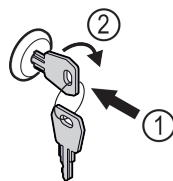

Fig. 52
- ▶ Zatlačte kľúč Fig. 52 (1).
- ▶ Otočte kľúč o 90° v smere hodinových ručičiek Fig. 52 (2).